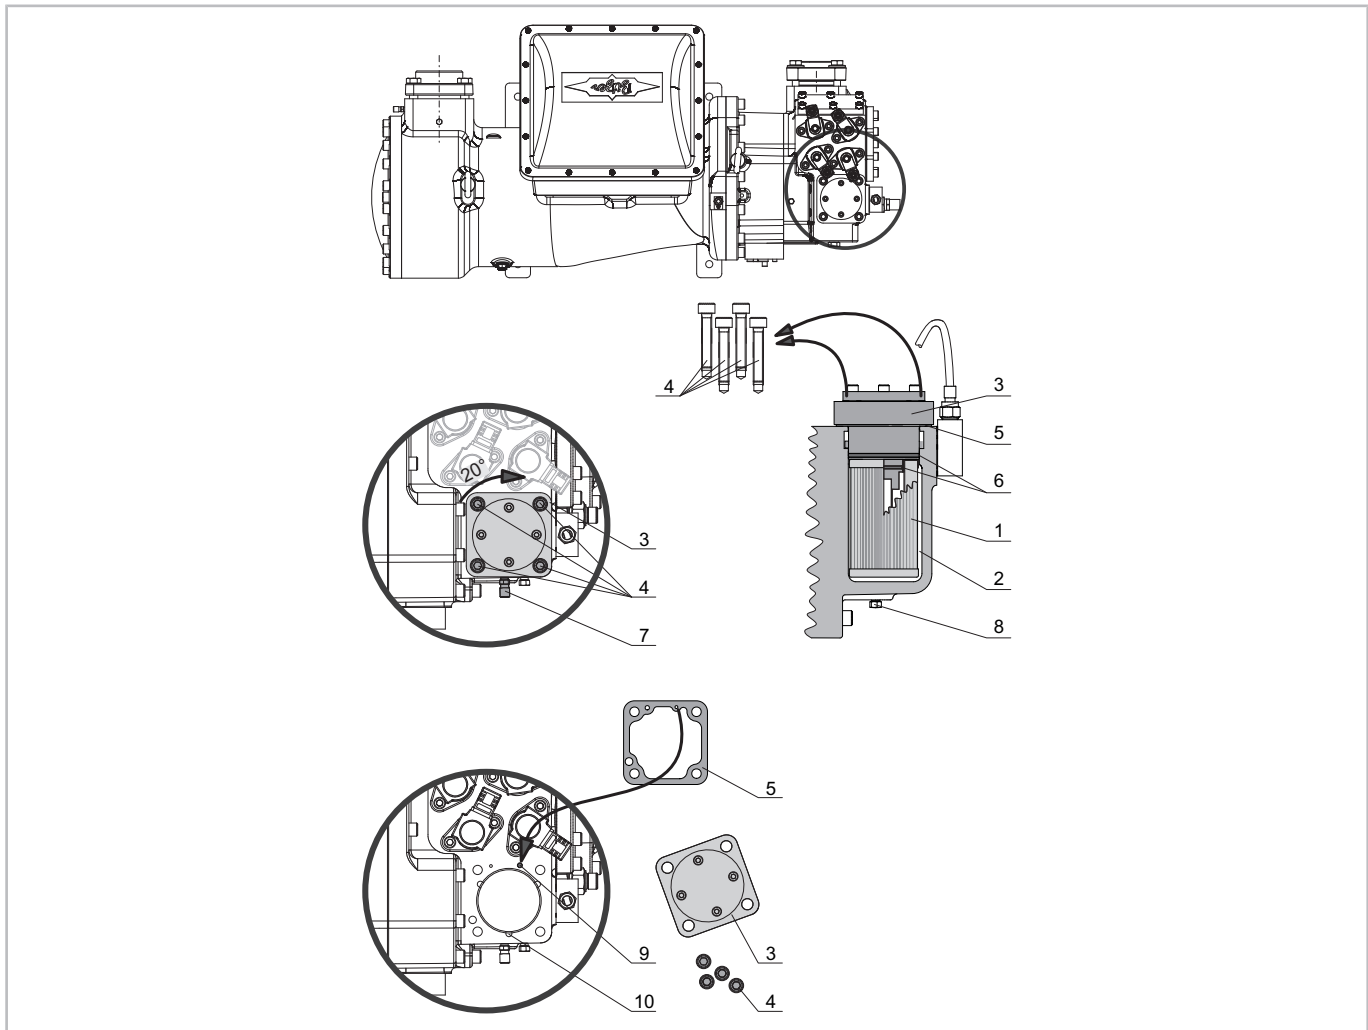

Fig. 13: HS.85 : Remplacer le filtre à huile
- HS.85 : Pour remplacer le filtre à huile interne situé devant la chambre de filtre à huile (voir figure 13, page 83).
HS.85 : Remplacer le filtre à huile interne (voir figure 13, page 83)